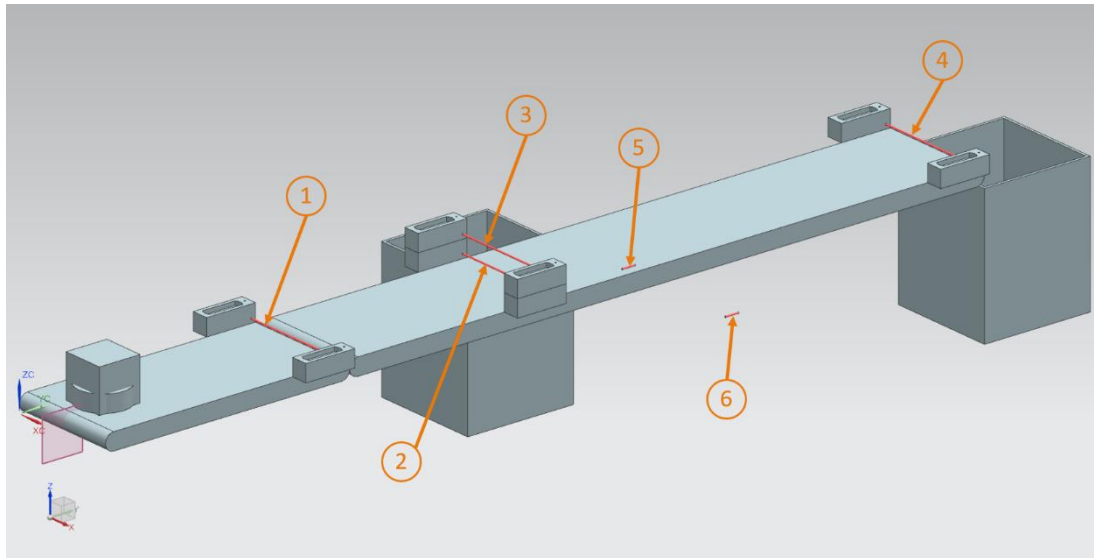
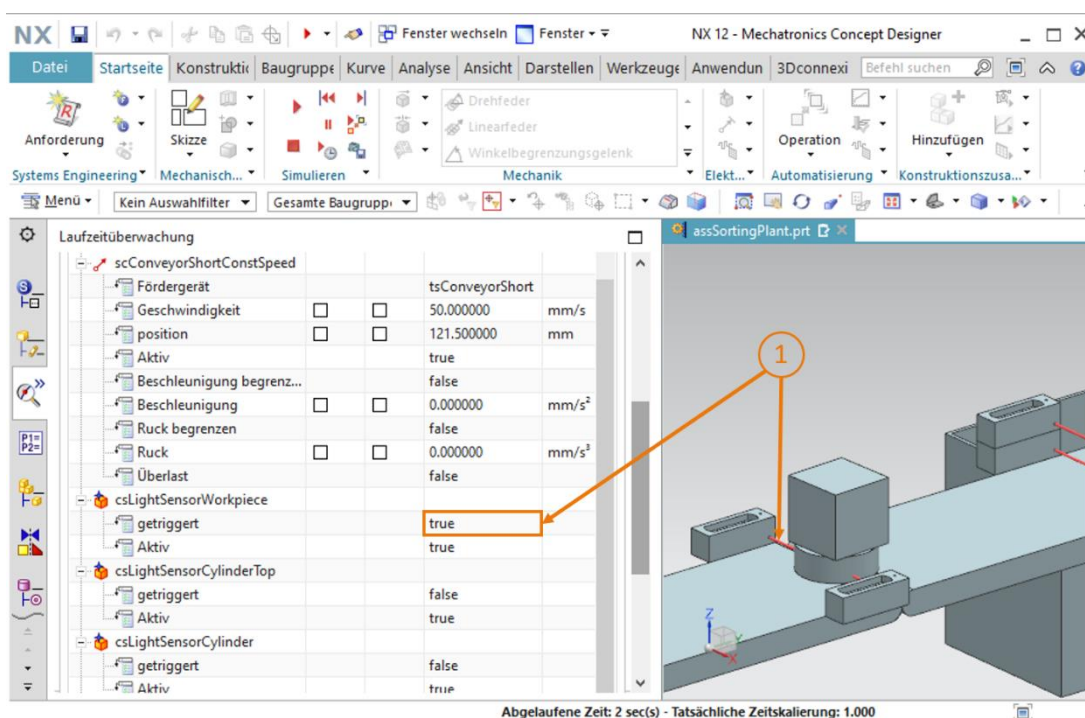

Abbildung 51: Überblick über alle Kollisionssensoren in der Sortieranlage
Abbildung 52: Verhalten der Kollisionssensoren der Lichtschranken während der Simulation
→ Damit haben Sie den ersten Kollisionssensor erstellt (hervorgehoben in Abbildung 51, Schritt 1). Definieren Sie die verbleibenden Kollisionssensoren wie folgt:
- Die **untere Lichtschranke in der Mitte des hinteren Transportbands "conveyorLong"** (siehe Abbildung 51, Schritt 2) soll als Kollisionssensor mit dem Namen **"csLightSensor Cylinder"** erzeugt werden, um zylinderförmige Werkstücke erkennen zu können.
- Die **obere Lichtschranke in der Mitte des hinteren Transportbands "conveyorLong"** (siehe Abbildung 51, Schritt 3) soll unter dem Namen **"csLightSensorCylinderTop"** zur zweifelsfreien Unterscheidung von zylinder- und quaderförmigen Werkstücken eingesetzt werden. Dies ist möglich, da die zylinder- und quaderförmigen Werkstücke eine unterschiedliche Höhe aufweisen, sodass die kleineren zylinderförmigen Werkstücke nur die untere Lichtschranke und die größeren quaderförmigen Werkstücke beide Lichtschranken unterbrechen.
- Mit der **Lichtschranke am Ende des langen Transportbands "conveyorLong"** (siehe Abbildung 51, Schritt 4) werden die auf dem Transportband verbliebenen Werkstücke gezählt. Dies werden beim richtigen Aussortieren nur noch quaderförmige Körper sein. Der zugeordnete Kollisionssensor soll **"csLightSensorCube"** lauten.
- Der **Begrenzungssensor am Ende des Abschiebers** (siehe Abbildung 51, Schritt 5) wird feststellen, ob der Abschieber noch nicht vollständig ausgefahren ist. Selektieren Sie in diesem Fall das Kollisionssensor-Objekt im Baugruppen-Navigator **den limitSwitch Sensor am Ende des Abschiebers**. Nennen Sie den Kollisionssensor **"csLimitSwitchCylinderNotExtended"**.
- Der **Begrenzungssensor am Anfang des Abschiebers** (siehe Abbildung 51, Schritt 6) signalisiert, dass der Abschieber vollständig eingefahren ist. Geben Sie diesem Kollisionssensor den Namen **"csLimitSwitchCylinderRetracted"**.
→ Starten Sie die Simulation, wie in Kapitel 7.1, "**Abschnitt: Starten & Stoppen einer Simulation in MCD**" erläutert. Testen Sie zunächst ausschließlich das Verhalten der Lichtschranken der Sortieranlage. Stellen Sie dazu in der Laufzeitüberwachung das **Aktiv-Signal** der Geschwindigkeitsregler "**scConveyorShortConstSpeed**" sowie "**scConveyorLongConstSpeed**" auf "**true**", wiederum das **Aktiv** Signal der beiden anderen Geschwindigkeitsregler auf "**false**". In der Simulation können Sie das Fördern beider Werkstücke erkennen. Beim Durchfahren Ihrer Kollisionssensoren der Lichtschranken (vergleiche Abbildung 51, Schritt 1 – 4) werden die Felder "**getriggert**" des jeweiligen Sensors auf "**true**" gesetzt, andernfalls verbleiben Sie auf "**false**". Dies ist beispielsweise für die erste Lichtschranke "**csLightSensorWorkpiece**" in Abbildung 52, Schritt 1 illustriert.